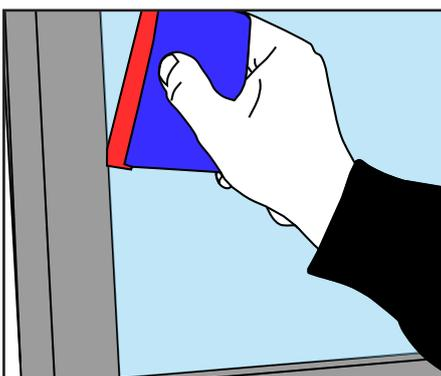

Abbildung 15
- › Abschließend sind die Ecken und Ränder besonders kräftig mit einer Rakel mit Filzbezug zu bearbeiten. (Abb. 15)